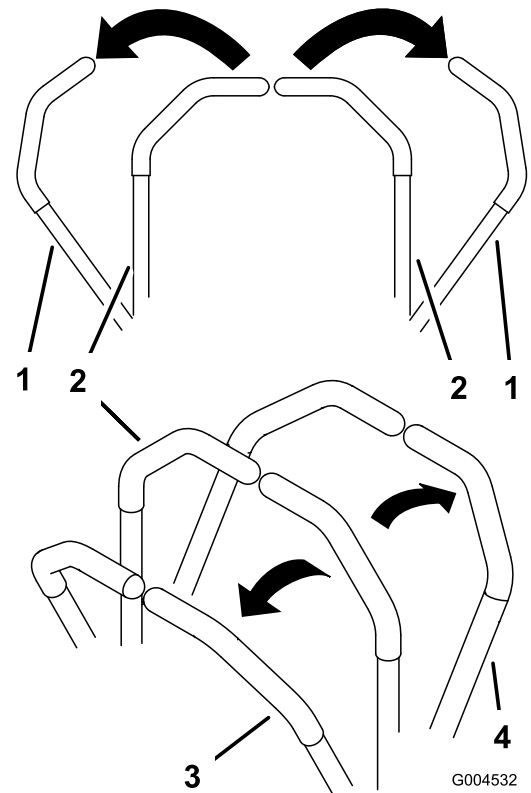

Figura 18
3. Para ir hacia adelante, empuje lentamente las palancas de control de movimiento hacia adelante (Figura 18).
Para ir recto, aplique la misma presión a ambas palancas de control de movimiento (Figura 18).
Para girar, mueva la palanca de control de movimiento hacia punto muerto en el sentido en el que desea girar (Figura 18).
2. Para ir hacia atrás, tire lentamente de las palancas de control de movimiento hacia atrás (Figura 18).
Para girar, deje de empujar la palanca de control de movimiento del lado al que desea girar (Figura 18).